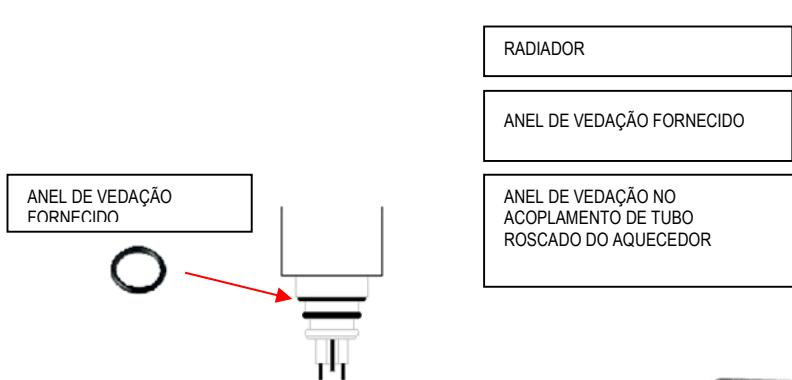

Fig. 4
- Insira o anel de vedação fornecido pela parte inferior e coloque-o sob a porca de fixação do aquecedor (fig. 4).